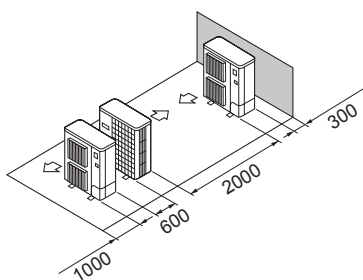

Fig. 2-16
- ⑤ Egy párhuzamos egység elhelyezése (Fig. 2-16)